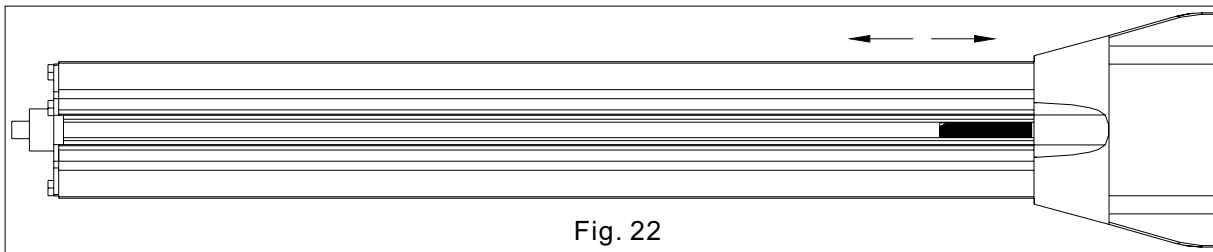

Fig. 22
- 4) Mueva el final de curso a la posición deseada y apriete lo tornillo (Fig. 22).